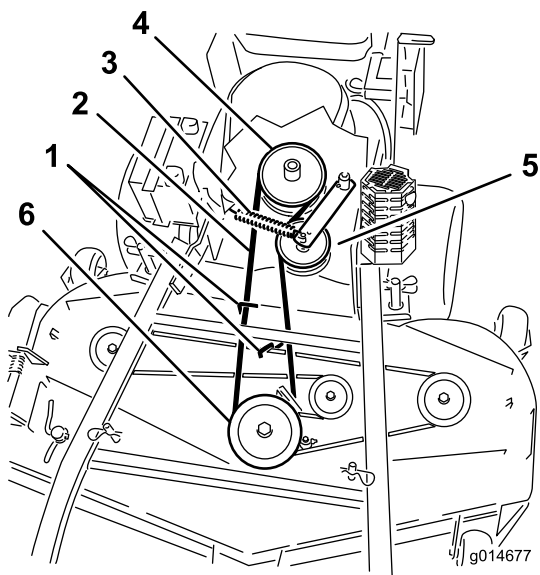

**Figure 49**
6. Décrochez le ressort du bras de la poulie de tension pour réduire la tension sur le bras et la poulie de tension, puis enlevez la courroie usagée (Figure 48 ou Figure 49).
7. Placez une courroie neuve autour des deux poulies d'axe extérieures, de la poulie de tension et dans la gorge inférieure de la poulie d'axe double (Figure 48 ou Figure 49).
8. Raccrochez le ressort du bras de tension (Figure 48 ou Figure 49).
10. Réglez l'écartement entre le guide et la courroie à 3 mm (1/8") (Figure 48 ou Figure 49).